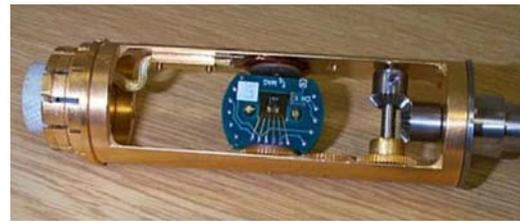

图 11、放置在水平旋转样品杆上的扭矩测量芯片
- ◆ 配合转动样品杆使用, 可进行全自动的角度相关的磁矩测量, 如图 11 所示。